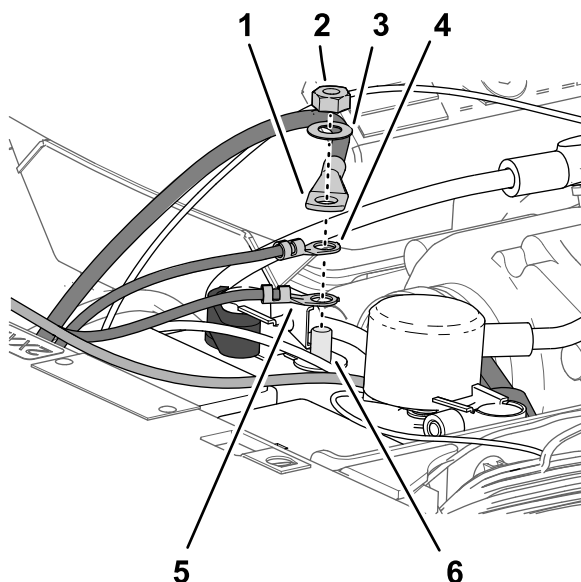

Figura 212
5. Montate i seguenti terminali di fili e cavi sul polo filettato del terminale negativo della batteria (**Figura 212**) nell'ordine seguente: